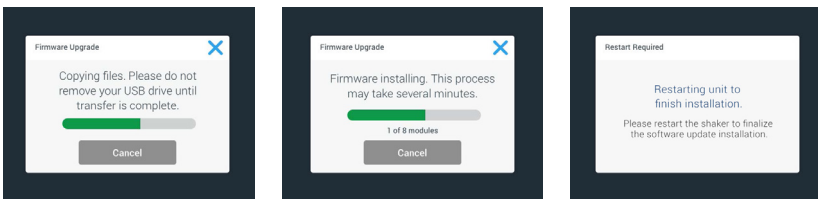

Abbildung 123: Meldungen zur Firmware-Upgrade-Installation
15. Es erscheinen verschiedene Meldungen, die Sie über den Fortschritt der Installation informieren, wie in Abbildung 123 dargestellt.